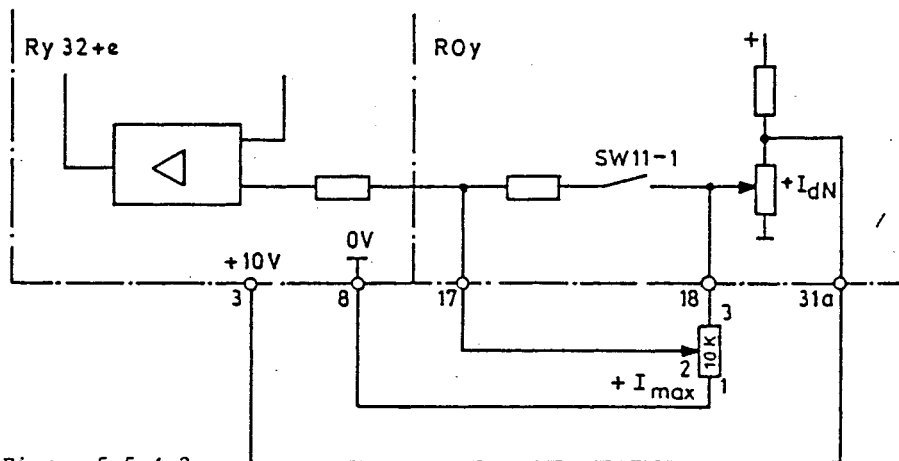

Figure 5.5.4.2
- Raccordement selon la figure 5.5.4.2